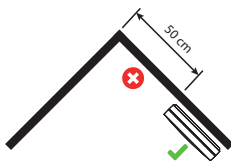

Abbildung 3: mind. 50 cm
- Schräge Decken: Montieren Sie den Rauchmelder zwischen 50 und 100 cm vom höchsten Punkt der Decke entfernt (siehe Abbildung 3).